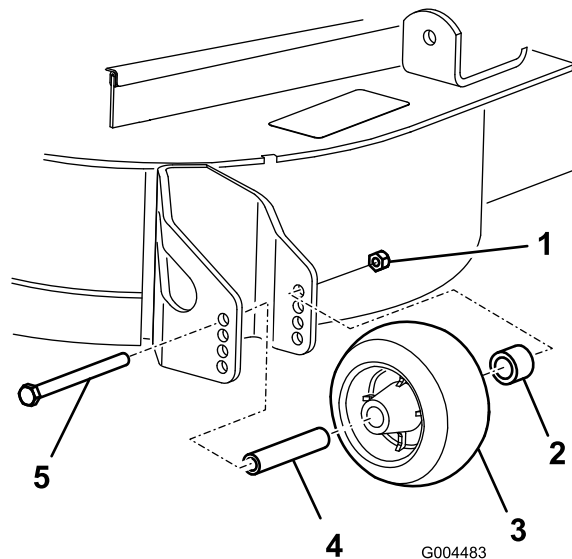

Figura 22
- Dopo avere regolato l'altezza di taglio, regolate i rulli togliendo il dado flangiato, la boccola, il distanziale ed il bullone (Figura 22).
Nota: Serrate a 54–61 Nm (Figura 22).